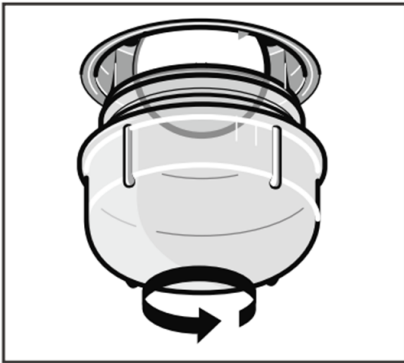

Figure 5
2. . Поверніть скляну кришку проти годинникової стрілки (рис. 5).